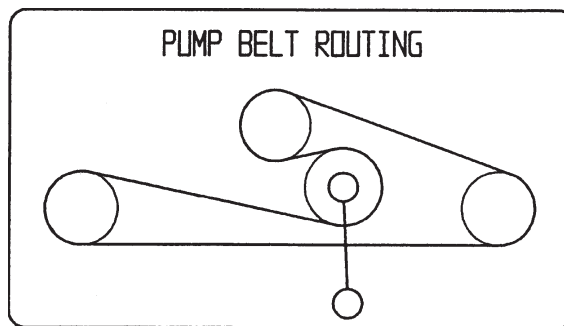

Figure 53
1. Abaissez la poulie de tension rappelée par ressort et enlevez la courroie des poulies du moteur et de la pompe hydraulique (Fig. 53). Retirez la courroie entre les poulies.
2. Installez la courroie neuve sur les poulies du moteur et de la pompe hydraulique (Fig. 53).
3. Abaissez la poulie de tension rappelée par ressort et alignez-la sous la courroie de transmission, puis relâchez-la (Fig. 53).